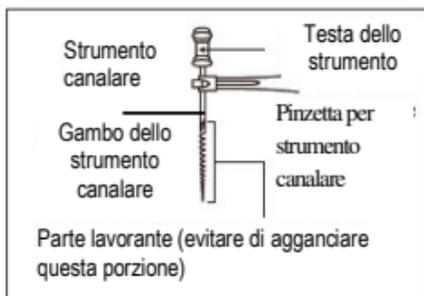

Figura 17
a) Quando agganciate lo strumento canalare con la pinzetta, fatelo nella parte alta della porzione metallica (vicino alla testa dello strumento) per non danneggiare la parte lavorante dello strumento (Figura 17).